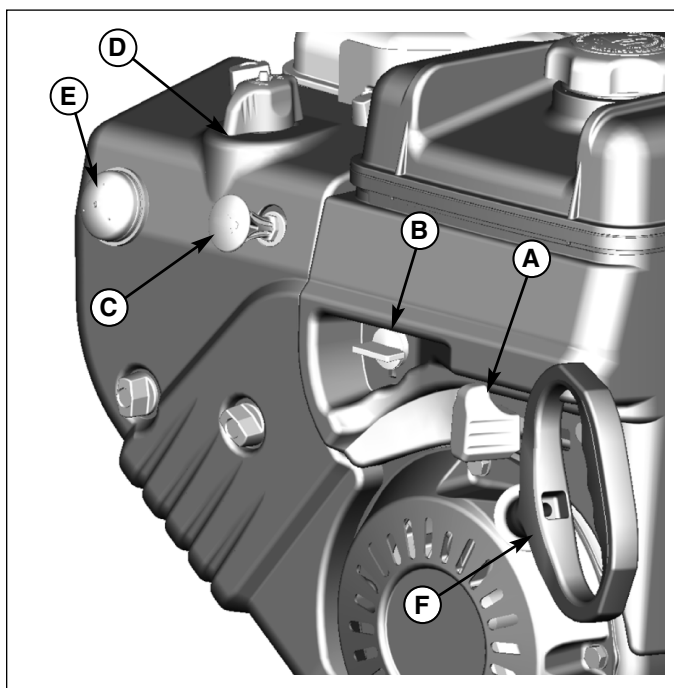

Figura 2. Avviamento/arrestare del motore
3. Portare la leva di comando dell'acceleratore (A, Figura 2) se presente, in posizione FAST. Far funzionare il motore con il comando dell'acceleratore in posizione FAST.
1. Portare la leva di comando dell'acceleratore (A, Figura 2) se presente in posizione minimo e quindi in posizione di stop.
2. Togliere la chiave di sicurezza (C). Tenere la chiave di sicurezza fuori dalla portata dei bambini.
3. Quando il motore è spento, ruotare il rubinetto del carburante (B) in posizione di chiusura.